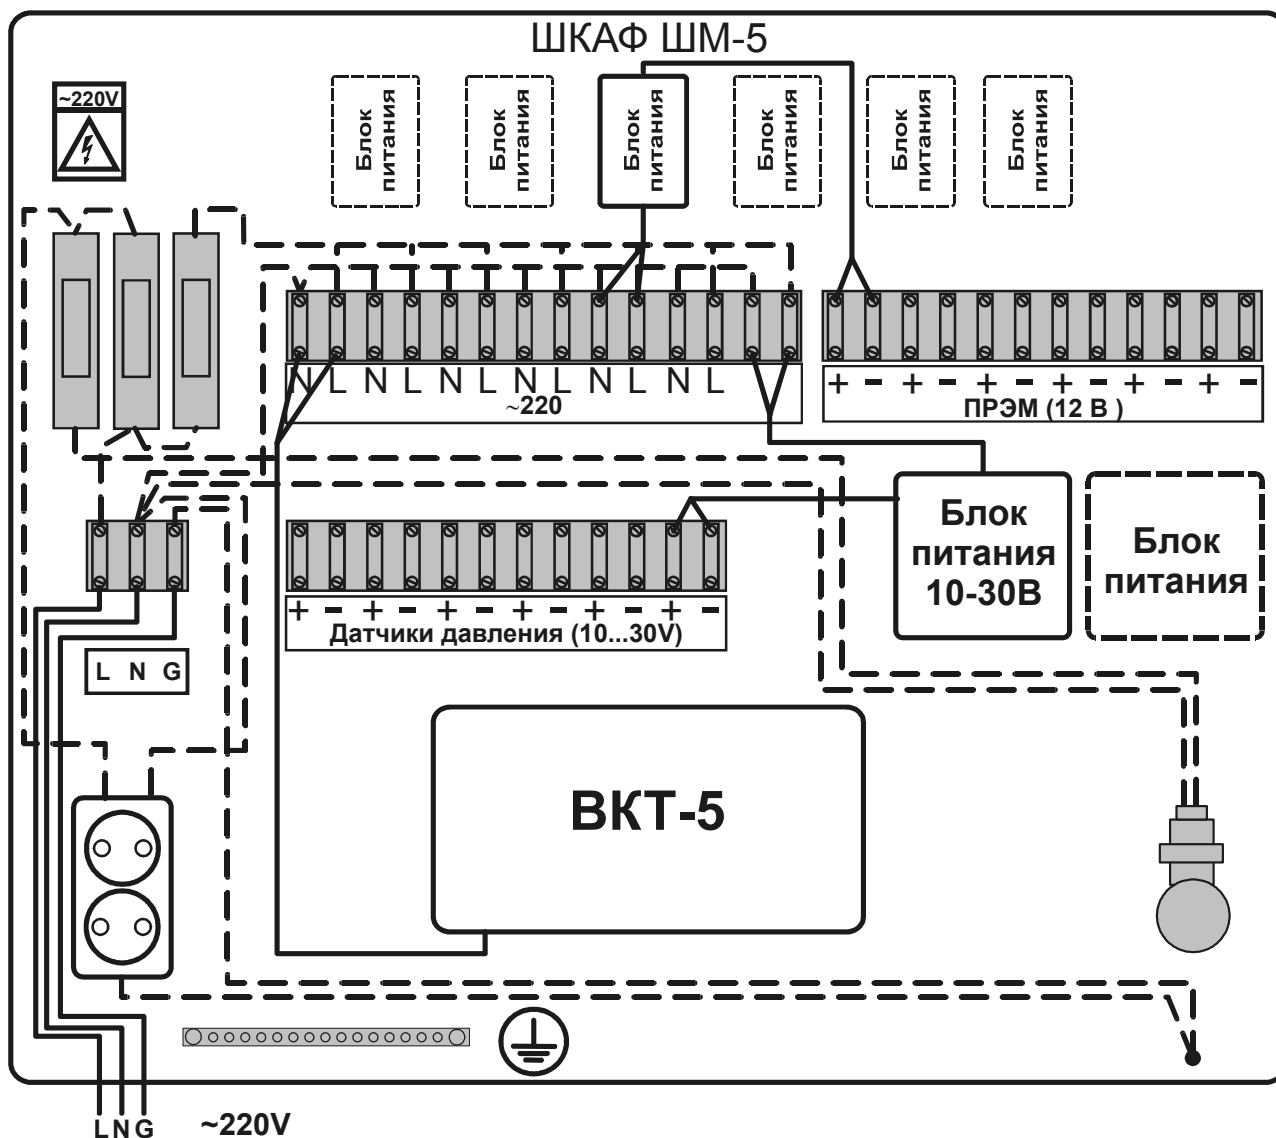

Рисунок 3 – Схема подключения
Электрическая разводка при выпуске показана на рис. 3 пунктиром.
5. Соединить блоки питания датчиков расхода и давления с клеммниками «~220» «ПРЭМ» и «Датчики давления» в соответствии со схемой, приведенной на рис. 3.
9. Завести кабель питания через гермоввод PG7, подсоединить его к клеммнику согласно рис. 3 и зажать гермоввод. Для фиксации кабеля использовать держатели, входящие в комплект поставки.